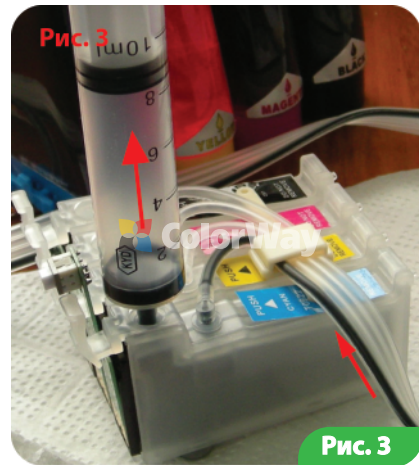

Рис. 3
3.2. Вставьте в отверстие шприц без иглы и медленно потяните поршень шприца вверх, тем самым внутри картриджа образуется разреженное пространство, и Вы увидите как из емкостей чернила начнут заполнять картридж (Рис. 3) - данную процедуру при необходимости стоит повторить, до тех пор пока в шприц не начнут поступать чернила.